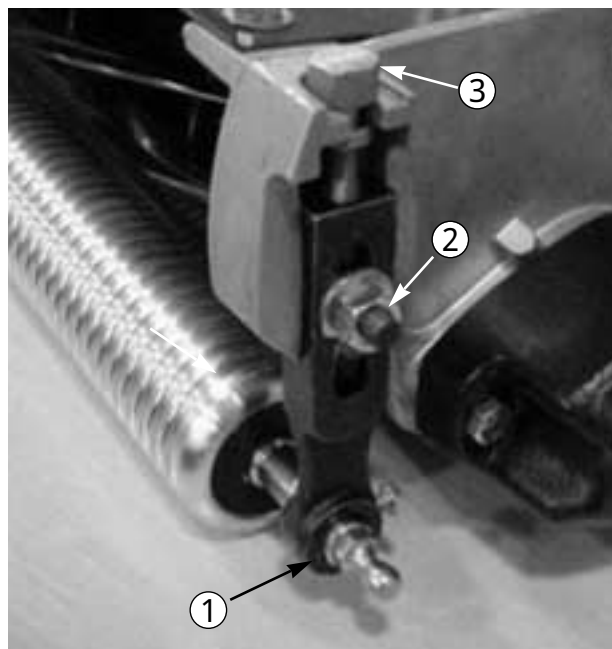

図 13
1. 刈高アームをサイドプレートに固定しているロックナット（図13）をゆるめる。